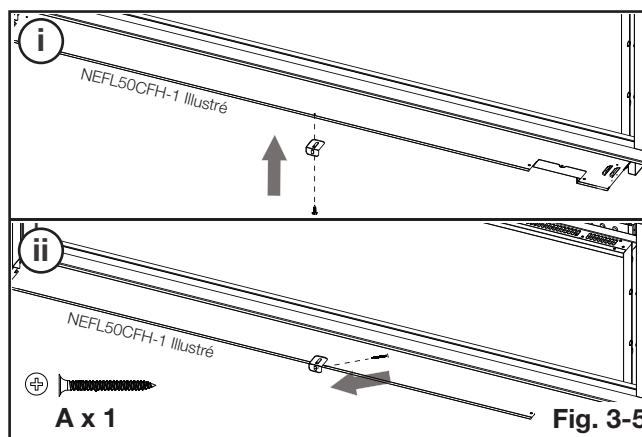

Fig. 3-5
- I.** Fixez le support inférieur à l'appareil en utilisant la vis blanche précédemment retirée en étape H, puis fixez le support inférieur au mur en utilisant la vis fournie (**Fig. 3-5**).